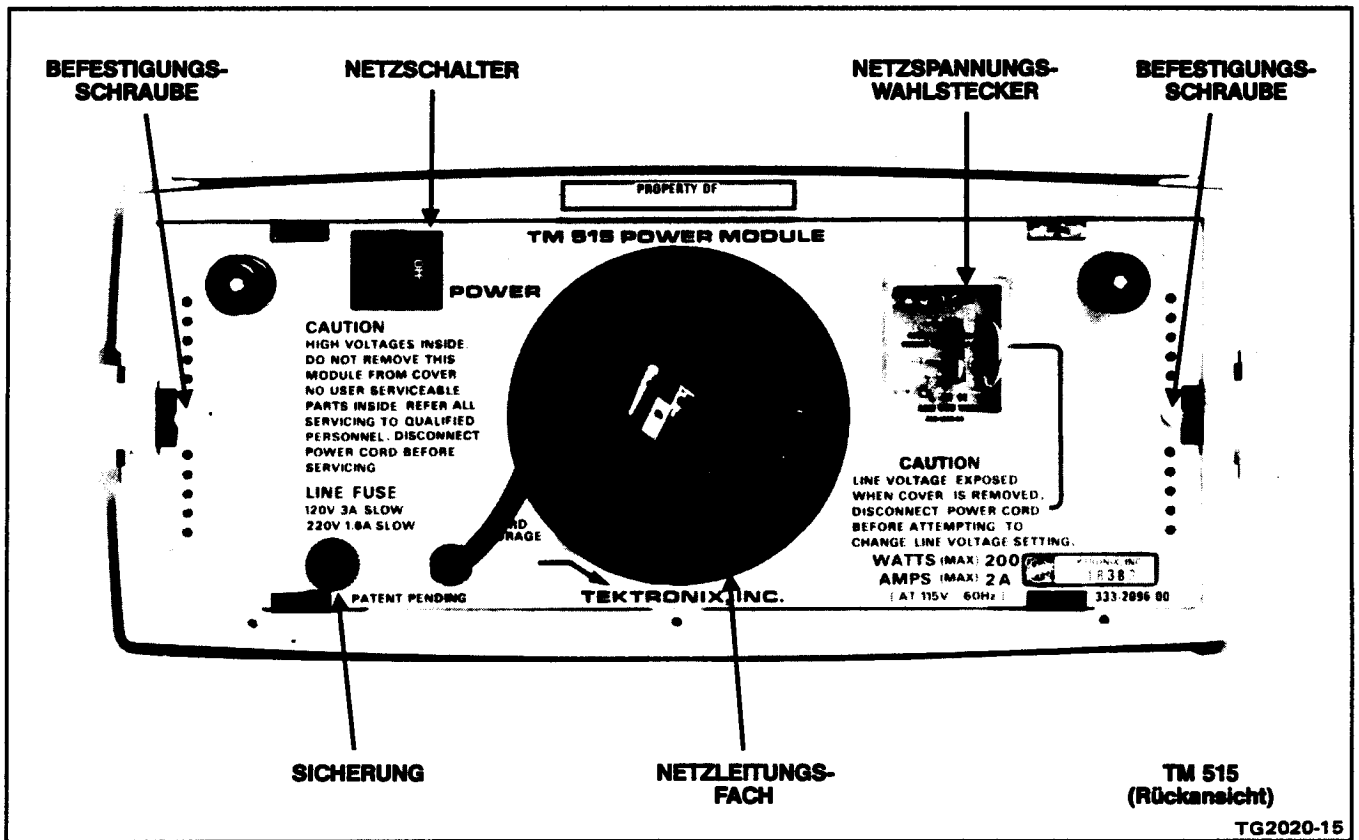

Abb. 2-4A. Rückansicht.
1. Prüfen Sie durch die Plastikabdeckung hindurch, ob sich der entsprechende Netzspannungswahlstecker in der Betriebsposition für die zu erwartende Netzspannungshöhe befindet und ob die richtige Sicherung im Sicherungshalter eingesetzt ist, dessen Schraube auf der Rückseite des Gerätes installiert ist (siehe Abb. 2-4A).